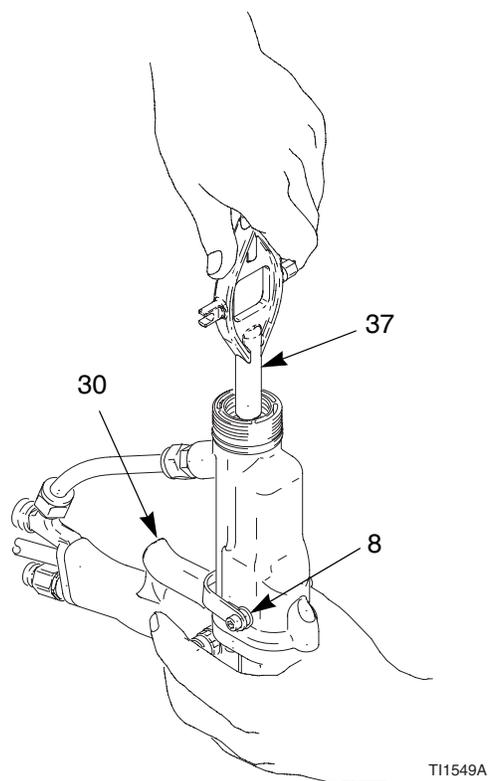

图 14. 拆卸流体密封
4. 拧松扳机螺钉 (8) 和扳机 (30)。见图 14。
5. 用多用工具 (37) 卸下密封杆 (26)。